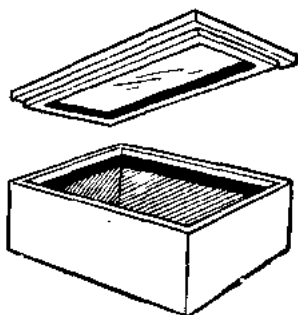

图 6
3. 用厚95毫米、长600毫米、宽340毫米泡沫塑料一块铺在箱底,再把厚95毫米、长340毫米、宽70毫米泡沫塑料两块,厚95毫米、长410毫米、宽70毫米泡沫塑料两块共四块安装在木箱内前后左右四边并用黑布或黑纸将塑料盖住包牢,如图6所示,即成箱式太阳灶。